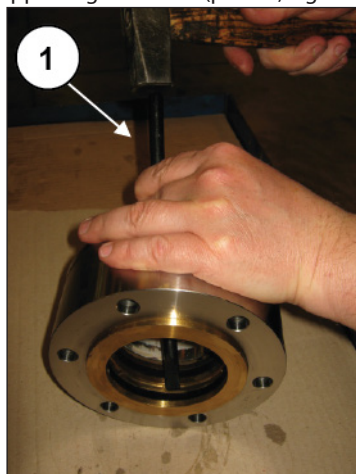
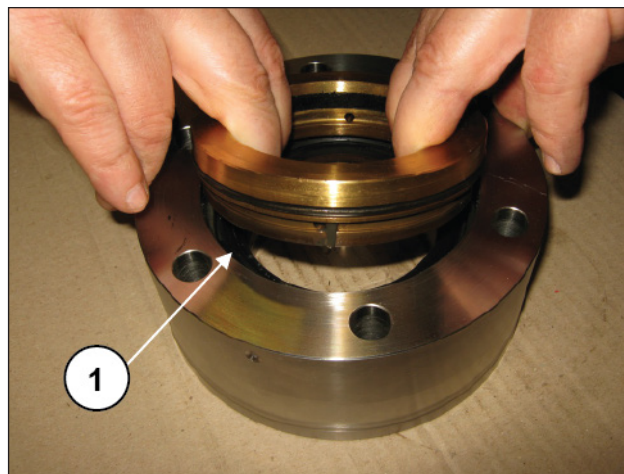

Fig. 212
Fig. 213
Con attrezzo in materiale plastico e massa battente, estrarre e smontare il supporto guarnizioni (pos. ①, Fig. 212 e Fig. 213).